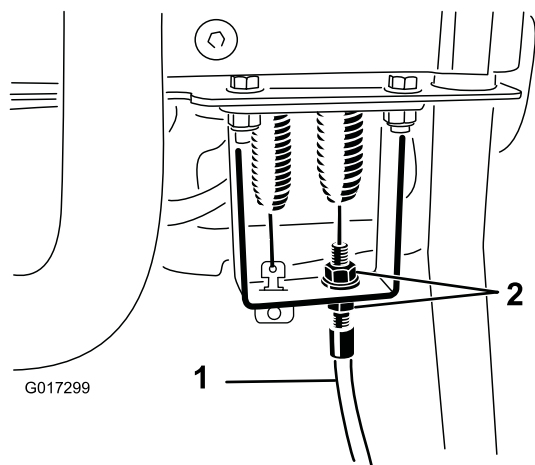

Figure 45
4. Au niveau de la traversée du panneau de commande, desserrez le câble de commande du cylindre pour détendre le câble (Figure 45).